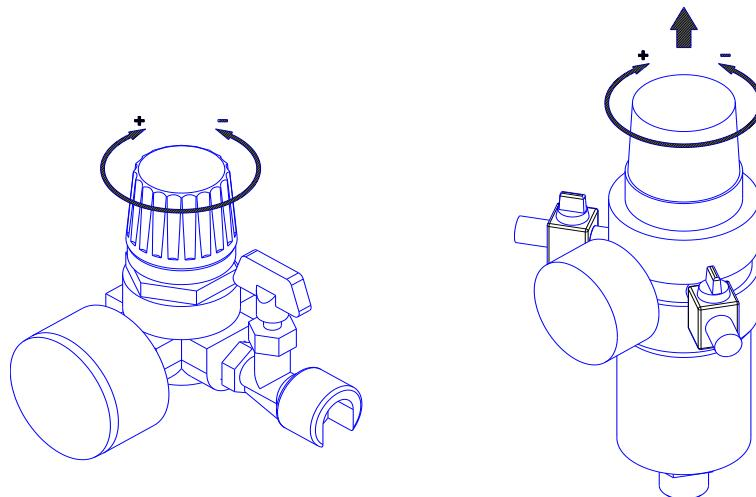

Рисунок 10
- 4 В компрессоре АВТ 500-1300 В переключите поворотные выключатели поз. 21, расположенные на пульте управления (см. рисунок 10), в положение "I".
- 18 - **Пульт управления** компрессора **АВТ 500-1300 В** обеспечивает поочередный пуск электродвигателей. Вводной выключатель поз. 19 (см. рисунок 10) предназначен для включения питания компрессора, сигнальная лампа поз. 20 указывает на готовность компрессора к работе, выключатели поз. 21 служат для отключения, в случае необходимости, одного из электродвигателей.
7.3.1 Настройка давления в подсоединеных пневматических инструментах регулятором давления (при его наличии) осуществляется следующим образом (см. рисунок 10):